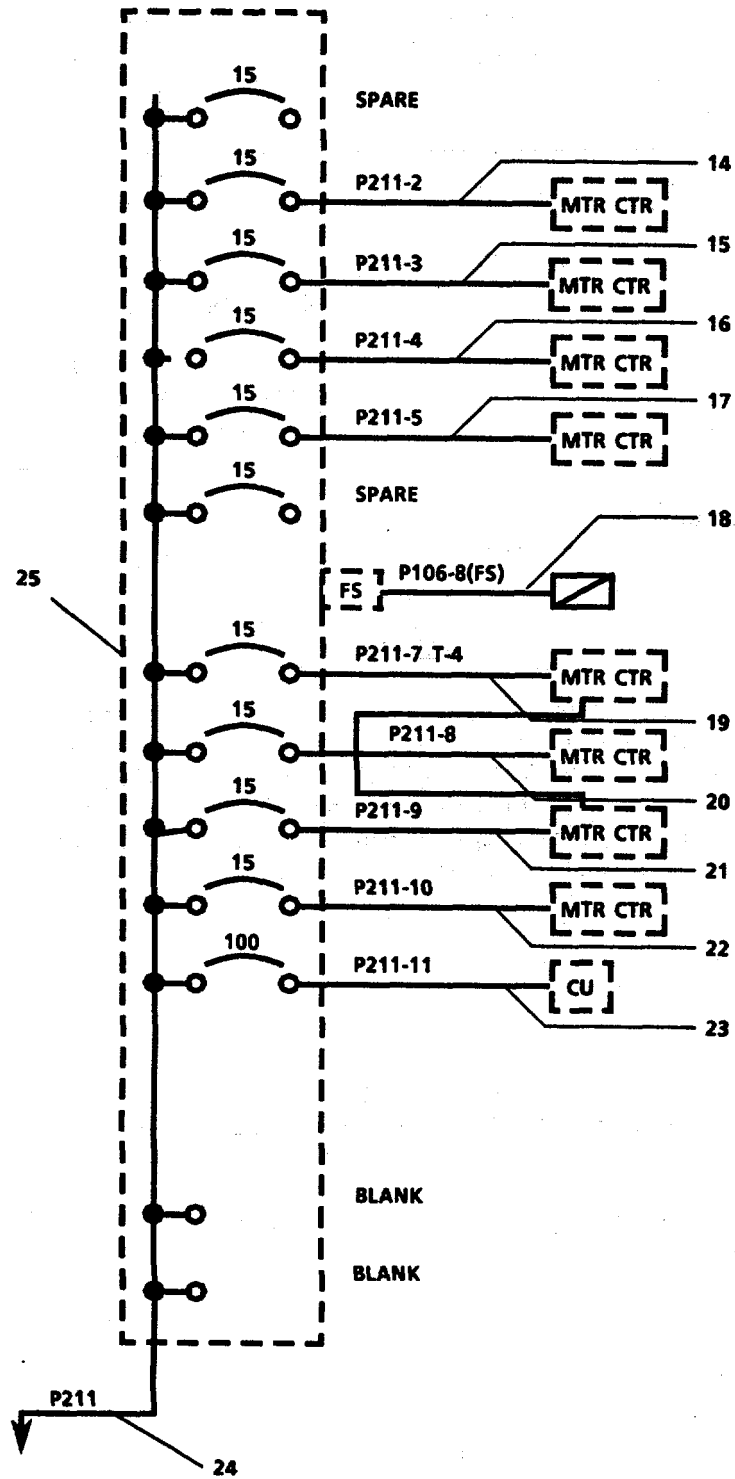

FIGURE 3-137. Power Distribution Panel (P211).
**3-151. Repair Power Distribution Panel P211. (Figure 3-137)**